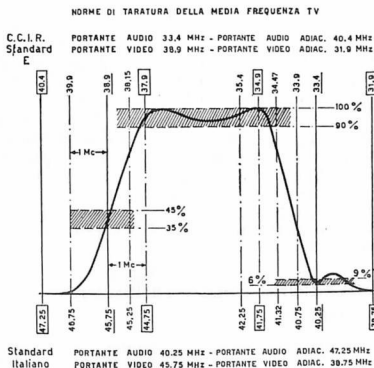

Fig. 2 A
- d) Applicare una tensione positiva di 4 Vdc al punto 1 (fig. 2). Questa tensione si può applicare con un alimentatore esterno o, più semplicemente, collegando il punto 1 alla tensione di alimentazione di F.I. con una R = 10 KΩ (punto 2, fig. 2).
Il circuito di media frequenza (fig. 2) è del tipo a circuiti sfalsati, si inizia con la taratura del rivelatore (bobina L 206) che deve essere accordata intorno ai 36 MHz. Con la regolazione succes-